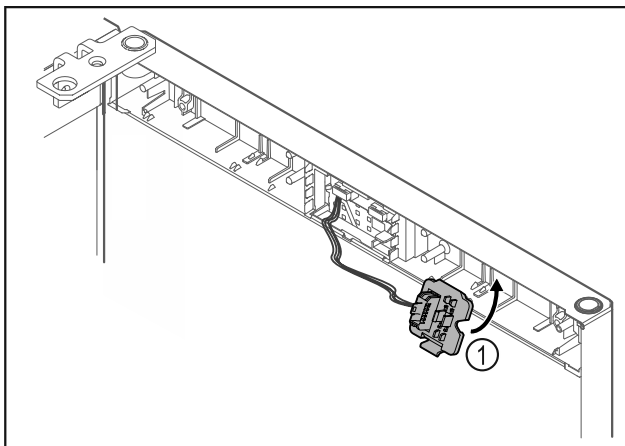

Fig. 17
- ▶ Зафіксувати кріплення штекера Fig. 17 (1) на протилежній стороні.